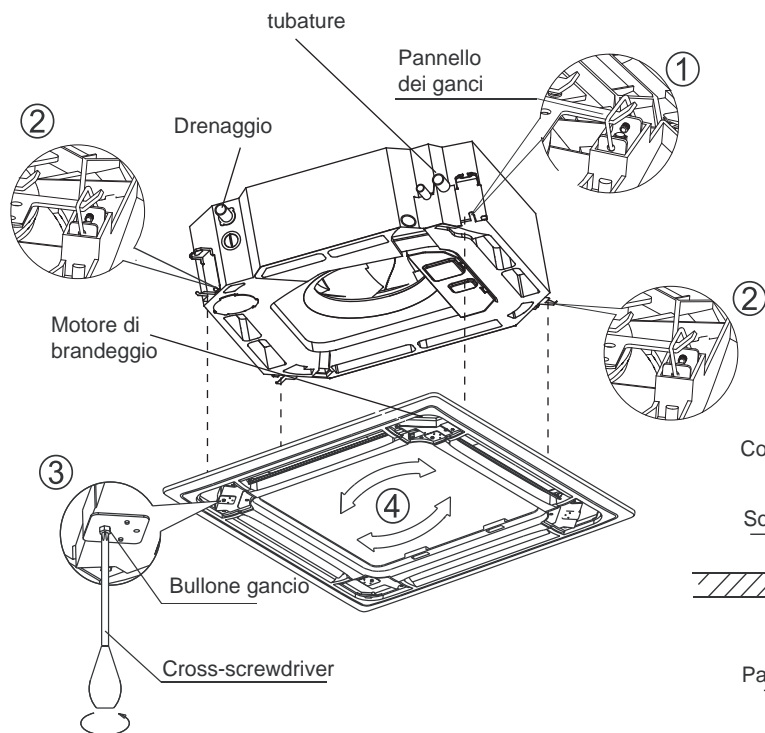

Fig.26
1. Allineare correttamente il motore di brandeggio del pannello ai raccordi dei tubi del corpo dell'unità. (Fig. 26)